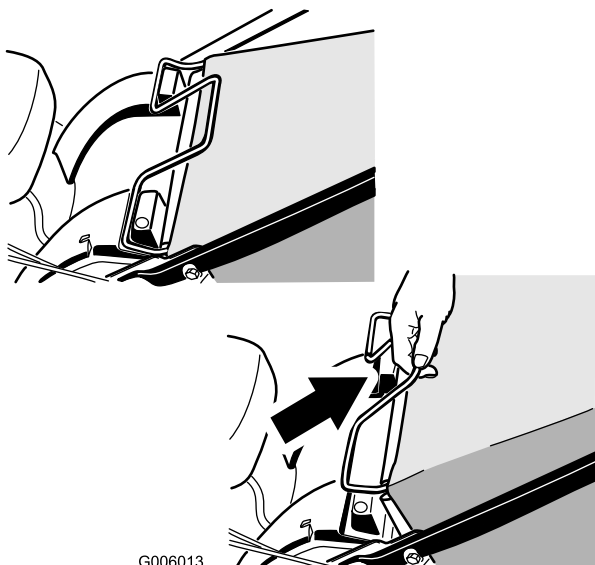

Figura 28
1. Sollevate la maniglia del cesto di raccolta estraendola dalle scanalature presenti sulla parte superiore della macchina e staccate il cesto (Figura 28).